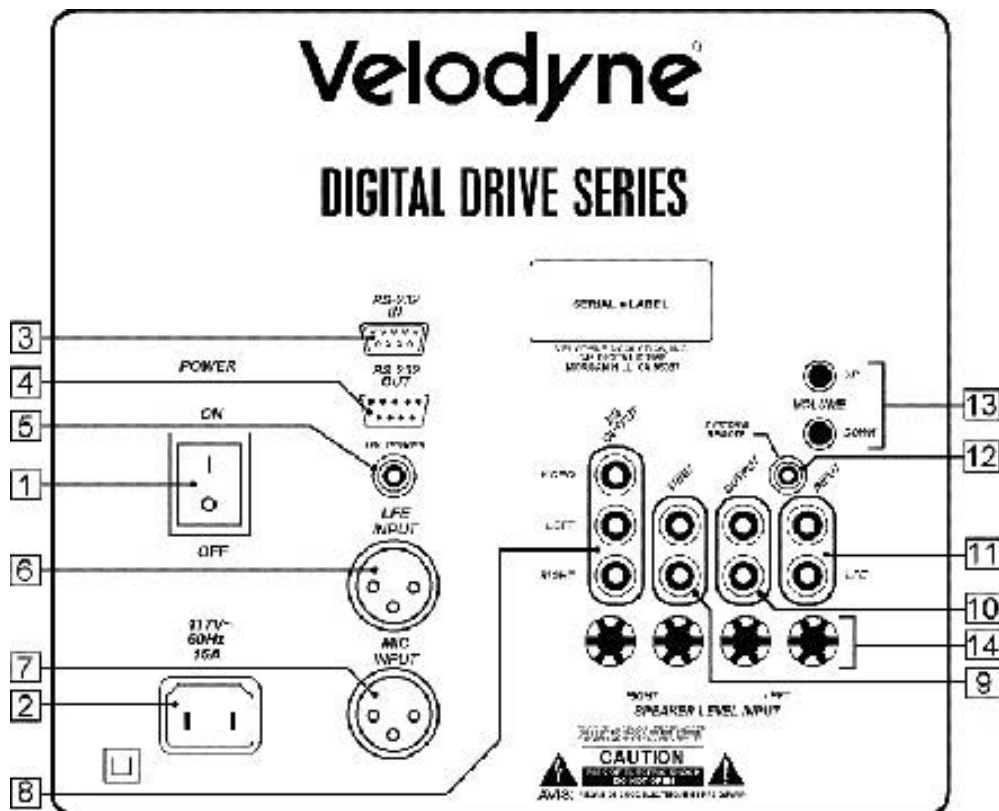

Bild 2: Digital Drive Anschlüsse an der Rückseite
Die Velodyne Digital Drive Subwoofer werden mittels der an der Rückseite befindlichen Anschlüsse und Regler konfiguriert und eingestellt. Bild 2 zeigt deren Anordnung auf der Rückseite. Es folgt eine kurze Beschreibung.
- a. LFE INPUT (Cinch, die ROTE Buchse an Position 11 in Bild 2) — Dies ist die gängigste Eingangsverbindung. Stellen Sie eine Verbindung zwischen diesem Eingang und dem LFE oder Subwoofer Ausgang Ihres Receivers oder Prozessors her; *ODER*
- b. LFE INPUT (XLR, Position 6 in Bild 2) — Stellen Sie eine Verbindung zwischen diesem Eingang und dem symmetrischen LFE Ausgang Ihres Receivers oder Prozessors her; *ODER*
- c. INPUT, LEFT und RIGHT (Position 11 in Bild 2) — Stellen Sie eine Verbindung zwischen diesen Eingängen und den Stereo Ausgängen Ihres Receivers oder Prozessors her; *ODER*
- d. SPEAKER-LEVEL INPUT (Position 14 in Bild 2) — Stellen Sie eine Verbindung zwischen diesen Eingängen und den rechten Lautsprecher Ausgängen Ihres Receivers oder Prozessors her.
5. Stecken Sie den männlichen, dreipoligen XLR Stecker des Mikrofonkabels in die MIC INPUT Buchse (Position 7 in Bild 2). Bei den Modellen DD-15 und DD-18 befindet sich für einen bequemen Zugang auch an der Vorderseite eine Buchse zum Anschluss des Mikrofons.